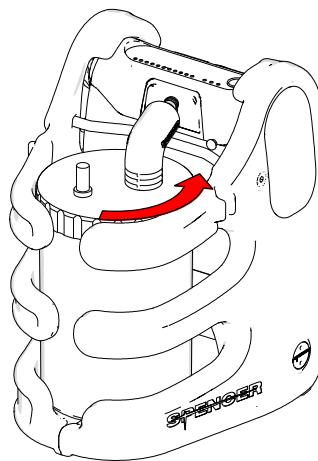

Fig. 10
2. Conecte o filtro e frasco à unidade de sucção rodando o recipiente e o filtro de montagem para facilitar a inserção (fig.10 e 11). Ligue o tubo do paciente (nº 17 no 3.2) para a ficha do recipiente na porta marcada com a palavra "paciente". Verifique se todas as conexões estão apertadas para evitar a fuga de líquidos e depressão (11 fig.).
3. desired level of vacuum can be viewed on the LED display (fig. 10).